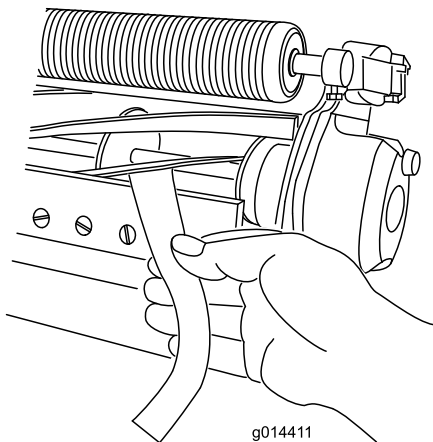

Figura 5
2. Tuerca de tornillo de ajuste de barra de asiento (2)
B. Inserte una tira larga de papel para comprobar el rendimiento del corte entre el molinete y la contracuchilla, perpendicular a la contracuchilla (**Figura 5**) y, a continuación, gire **lentamente** el molinete hacia delante; deberá cortar el papel; de lo contrario, repita los pasos **A** y **B** hasta que corte.
11. Inserte una tira larga de papel para comprobar el rendimiento del corte (pieza Toro n.º 125-5610) entre el molinete y la contracuchilla, perpendicular a la contracuchilla (Figura 5) y, a continuación, gire **lentamente** el molinete hacia delante; deberá cortar el papel; de lo contrario, gire 1 clic cada perno de ajuste de la barra de asiento en sentido horario, hasta que corte el papel.